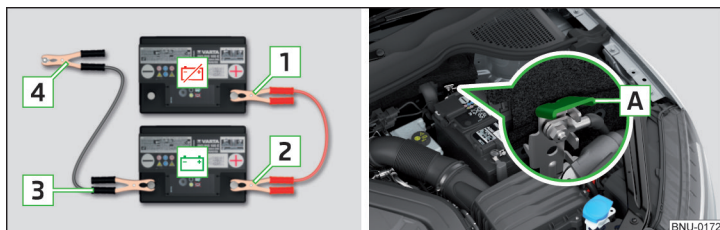

Fig. 326 Pornirea asistată: - bateria descărcată, - bateria furnizoare de curent/punctul de masă al motorului la sistem START-STOP
- La autovehiculele **cu** sistem START-STOP conectați clema **4** la punctul de masă al motorului **A** » fig. 326.